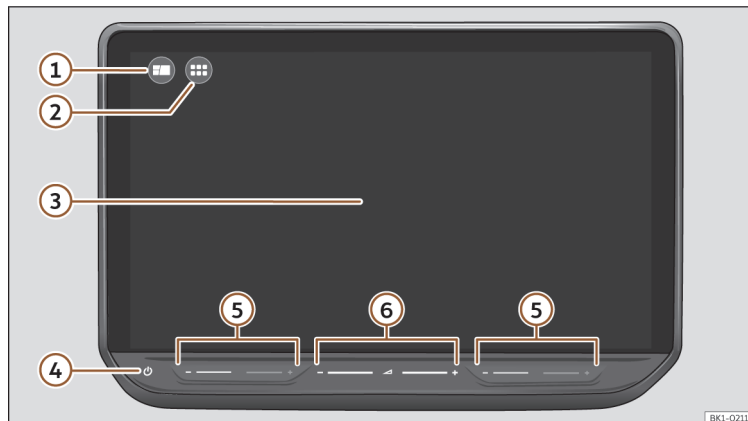

Fig. 175 Quadro geral: unidade de comandos.
Personalize o menu superior ou a vista HOME >>> **Fig. 175** ① para aceder rapidamente às suas funções favoritas ou às que utiliza com maior frequência.